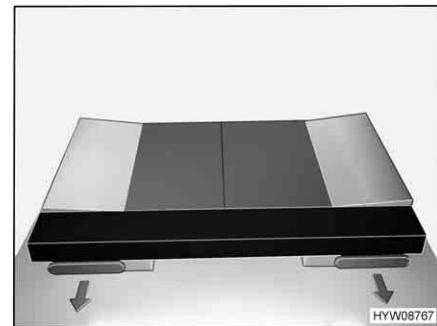

Fig. 68 Dopo la trasformazione
- Sistemare il cuscino aggiuntivo (raffigurato in nero) come illustrato nella Fig. 68.